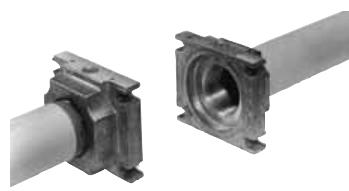

Рис. 8
1. Установить фланец на трубе. Использовать соответствующую газу оснастку (Рис. 8)